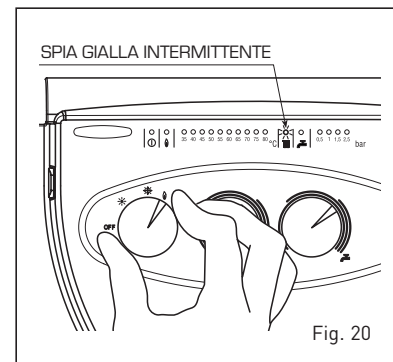

Fig. 20
Per effettuare la verifica di combustione della caldaia ruotare il selettore e sostare su posizione (0) fino a quando il led giallo (■) non inizia a lampeggiare (fig. 20).